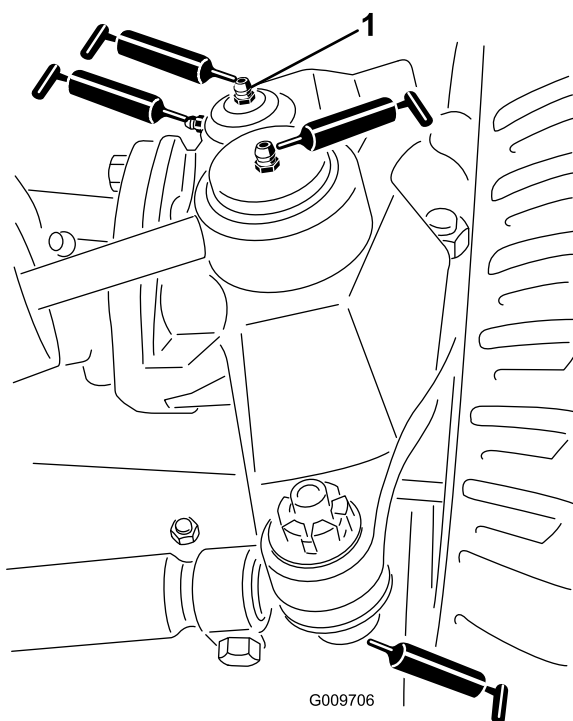

Figura 45
- Giunti sferici (2) del cilindro di sterzo (**Figura 45**)
- Giunti sferici (2) del tirante (**Figura 45**)
- Boccole (2) del perno del fuso a snodo (**Figura 45**). **Il raccordo superiore sul perno del fuso a snodo richiede soltanto una lubrificazione annuale (2 pompate).**